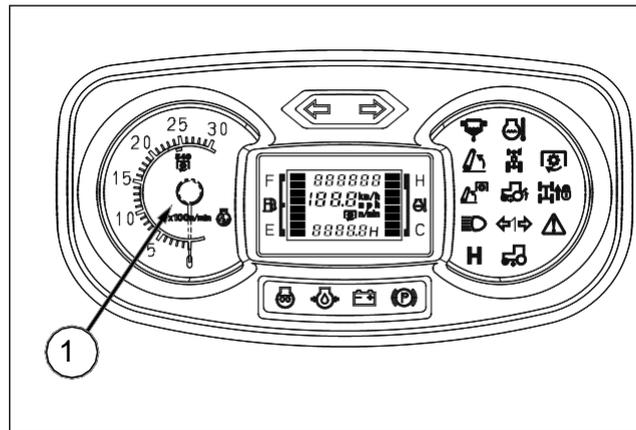

FIG. 43
FIG. 43: El cuentarrevoluciones (1) indica el régimen del motor en vueltas por minuto (r. p. m.) del cigüeñal. El índice también muestra la velocidad de la TDF trasera de aprox. 540 r. p. m. para 2 400 - 2 500 r. p. m. del motor.